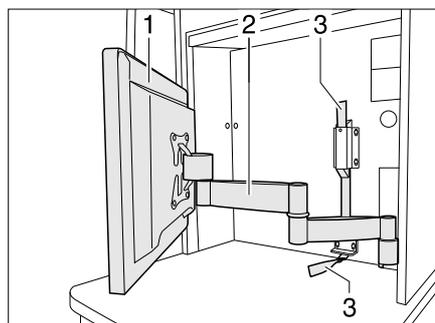

Bild 92 Flachbildschirm mit Gelenkarm
- Am Textilband (Bild 92,3) ziehen, um den Gelenkarm (Bild 92,2) zu entriegeln.
- Flachbildschirm (Bild 92,1) in die gewünschte Position schwenken.